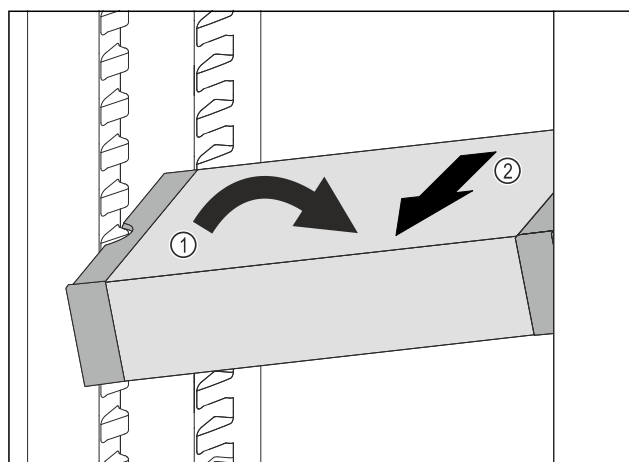

Fig. 166
- VarioSafe postavte v chladničce šikmo. Fig. 166 (1)
- VarioSafe odeberte směrem dopředu. Fig. 166 (2)